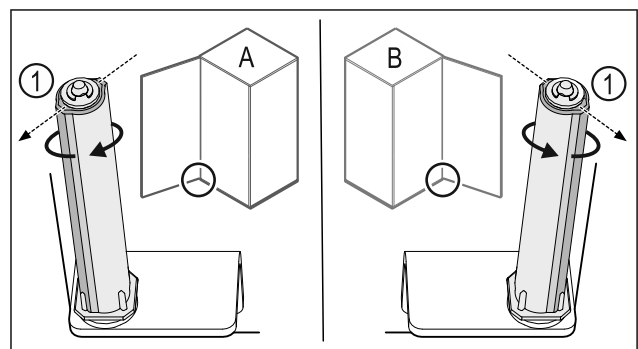

Fig. 50 Atidarymas į kairę (A) / atidarymas į dešinę (B)
- ▶ Sukite uždarymo sistemą, įveikdami pasipriešinimą, kol uždarymo sistemos pertvara Fig. 50 (1) bus nukreipta į išorę.